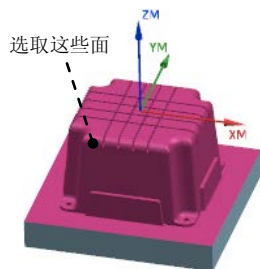

图 20.12 指定切削区域
Step2. 在图形区中选取图 20.12 所示的面 (共 275 个) 为切削区域, 然后单击“切削区域”对话框中的 **确定** 按钮, 系统返回到“轮廓区域非陡峭”对话框。